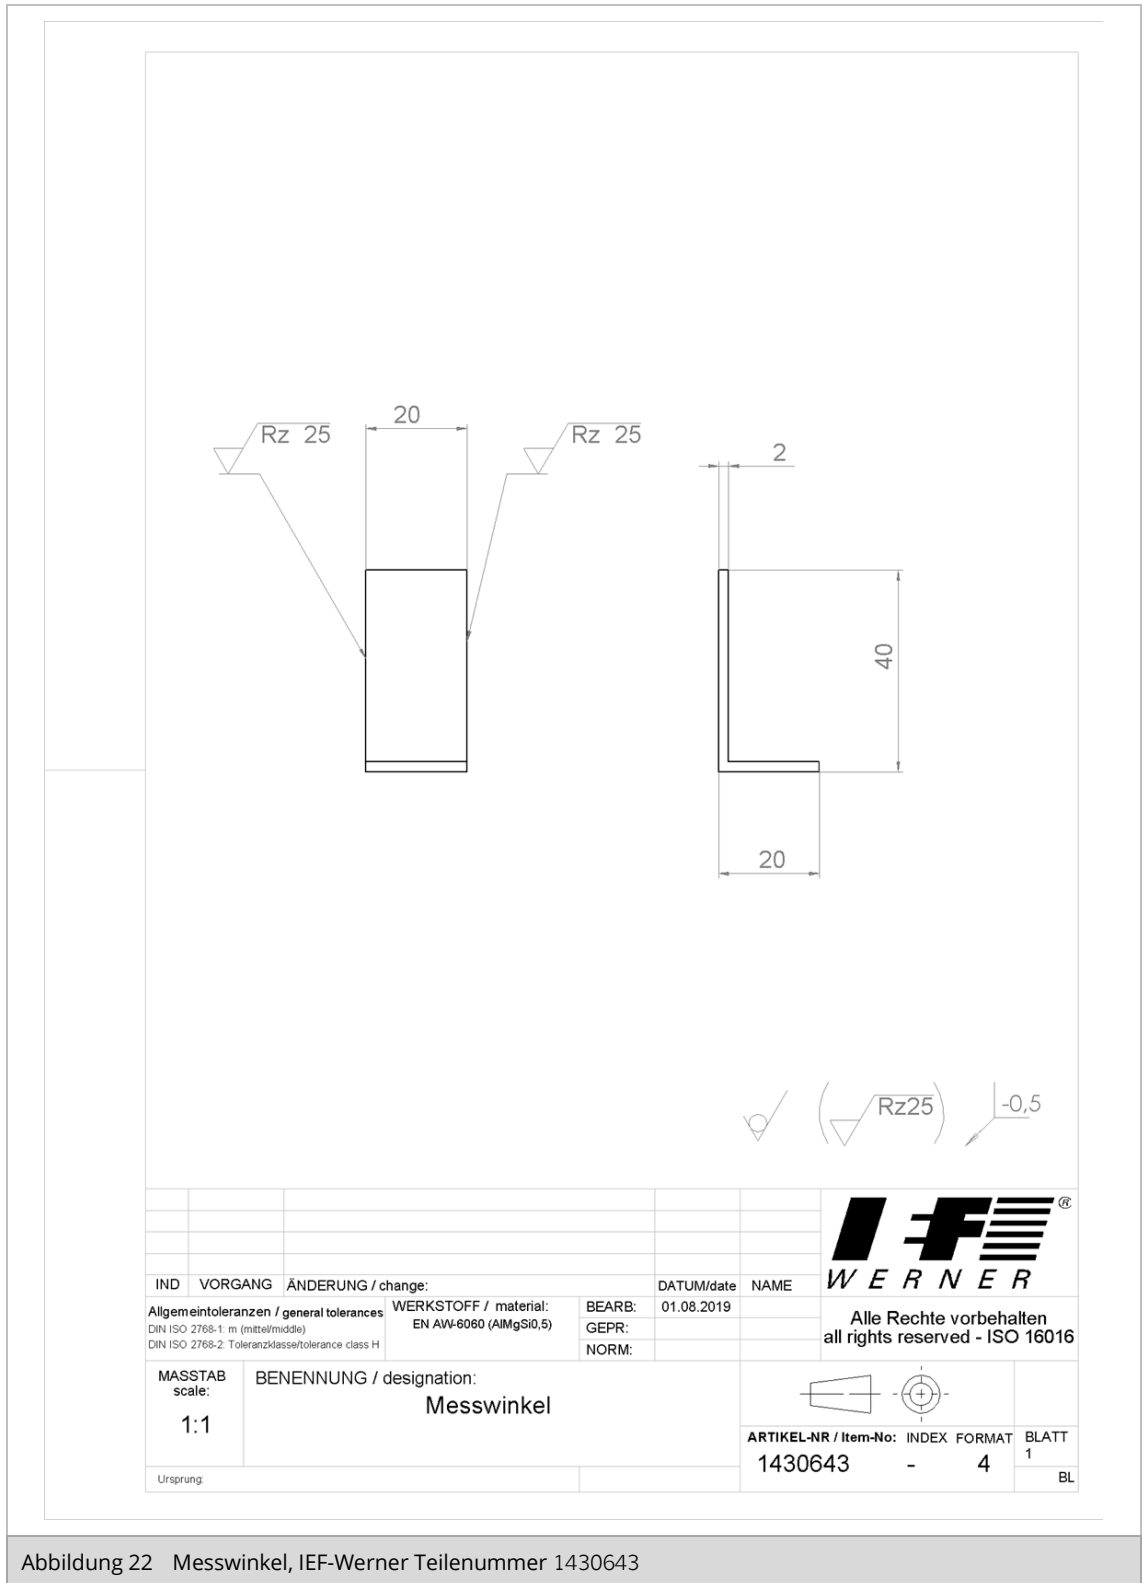

Abbildung 22 Messwinkel, IEF-Werner Teilenummer 1430643
**HINWEIS** Die Zeichnung des Messwinkels finden Sie in Abbildung 22, Seite 22.